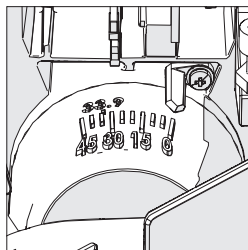

Fig. 23
- Incline a cabeça da serra até ao ângulo desejado. A ferramenta inclui um transferidor para ajudá-lo a selecionar o ângulo (Fig. 23).